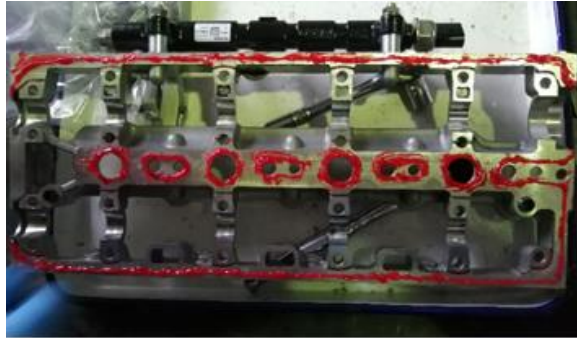
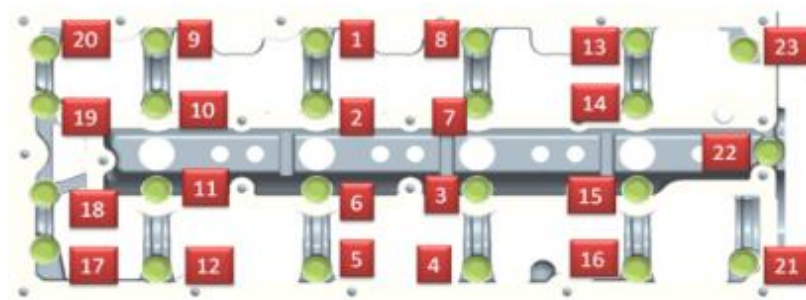

图4 凸轮轴盖板图
图5 凸轮轴盖板安装顺序图
6.4.3 安装凸轮轴盖板。表面涂密封胶，见图 4。凸轮轴紧固力矩为  $25 \text{ N} \cdot \text{m} \pm 2 \text{ N} \cdot \text{m}$ ，紧固顺序见图 5。最后将挤出的多余密封胶清理干净。